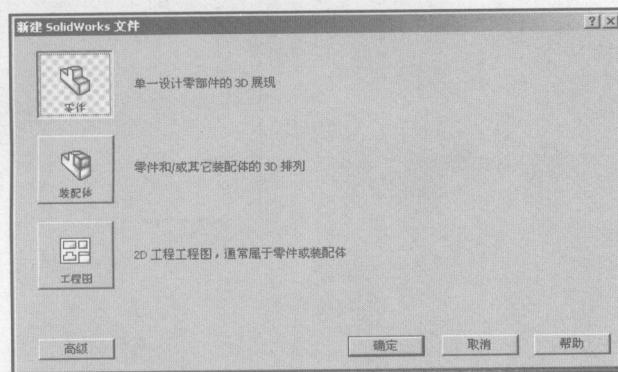

图 1-1
STEP1 单击“新建”按钮□，出现如图 1-1 所示的对话框，选择“零件”，单击“确定”按钮，创建新的零件文件。